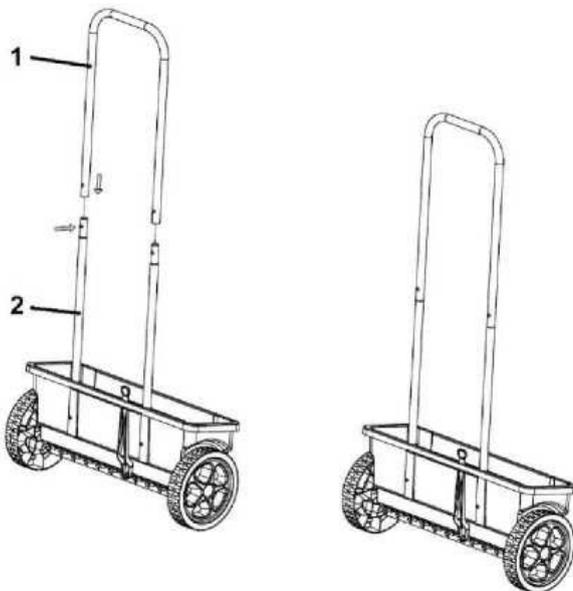

Рис.3
2. Соедините верхний кронштейн (рис. 3, поз. 1) с нижними кронштейнами (рис. 3, поз. 2).